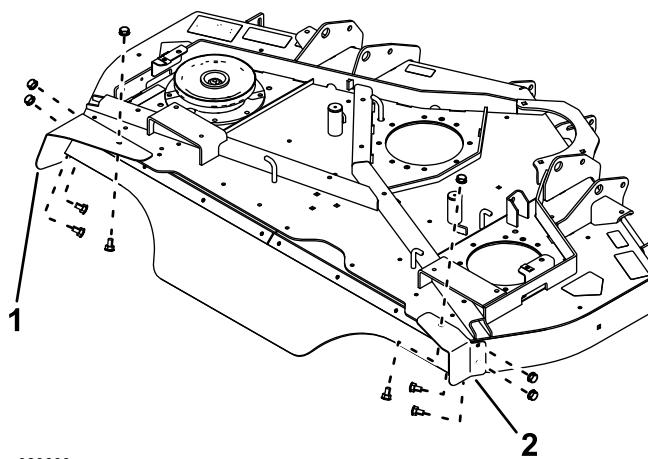

Figure 5
- Fixez le protège-pieds droit en haut et sur le côté du plateau de coupe à l'aide de 3 boulons de carrosserie (5/16 x 3/4 po) et 3 écrous (5/16 po), comme montré à la Figure 5.
7. Fixez le protège-pieds gauche en haut et sur le côté du plateau de coupe à l'aide de 3 boulons de carrosserie (5/16 x 3/4 po) et 3 écrous (5/16 po), comme montré à la Figure 5.